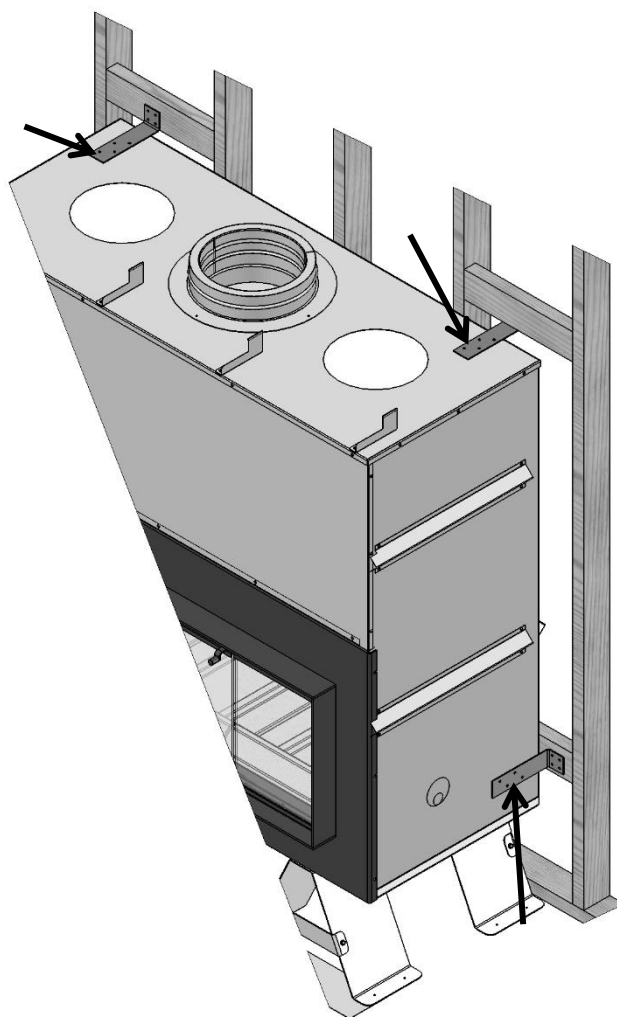

FIGURE 8 **INSTALLATION DU SUPPORT DE STABILITÉ ANTI-RENVERSEMENT**
Vous **DEVEZ** installer deux supports de stabilité anti-renversement (D) dans la partie supérieure du foyer. Ils doivent être solidement vissés dans le mur arrière et dans le dessus du foyer. Selon la configuration de votre installation, vous pouvez installer les supports de stabilité anti-renversement de deux façons. Consultez la Figure 8 pour voir des exemples d'installation des supports de stabilité anti-renversement. Utilisez huit des grandes vis autotaraudeuses fournies (E) pour fixer les deux supports de stabilité anti-renversement à la partie supérieure du caisson du foyer.